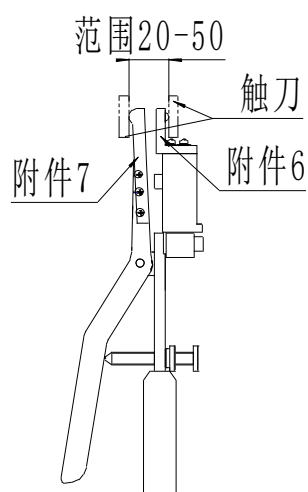

图 11 GN 系列户内隔离开关测量示意图
4.2.5 图 11 是测量户内隔离开关的示意图，装上附件 6、7 后可以测量触刀开距为 20-50mm 范围内户内隔离开关。当开距大于 50mm 时，就可以装附件 2、3 进行测量。
三、户内隔离开关拍合式 (GN 系列) 触指压力的测量, 按图 11 要求更换测量附件 (可测量触头开距 15-70mm)